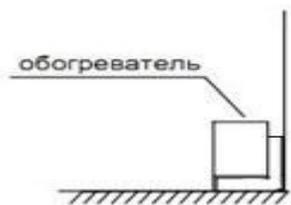
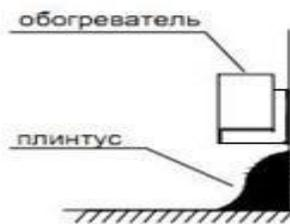

рис. 1
рис. 2
- ❑ Обогреватели «МЕГАДОР» (модели «Комфорт», «Престиж», «Эконом», «Проект») необходимо устанавливать как можно ближе к стене на ножки (рис. 1), с учётом рекомендаций раздела 1, или подвешивать на стену над плинтусом на монтажные крепления (рис. 2).